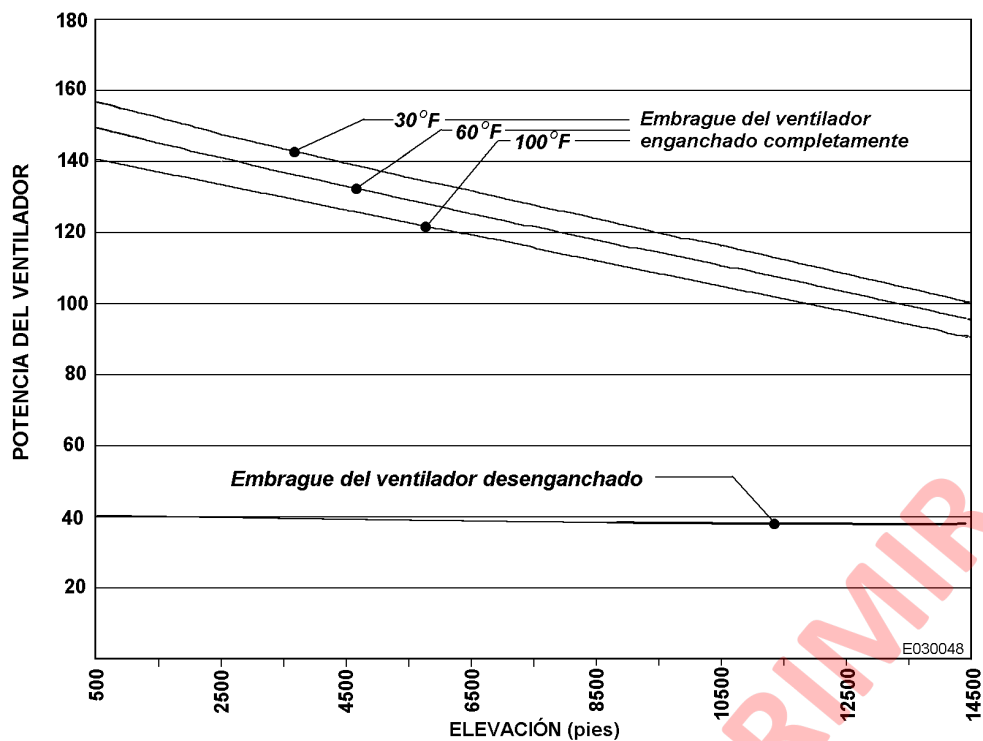

FIGURA 3-17. PÉRDIDA PARASITARIA TOTAL A POTENCIA COMPLETA
- c. Consulte la Figura 3-17 para ver la curva de pérdidas parasitarias.
- ☐ Agregue el valor del gráfico a la potencia (HP) entregada a GE y compárelo al valor "-5%" de la tolerancia nominal de rpm (por ejemplo 2612 HP + valor del gráfico = HP corregida).